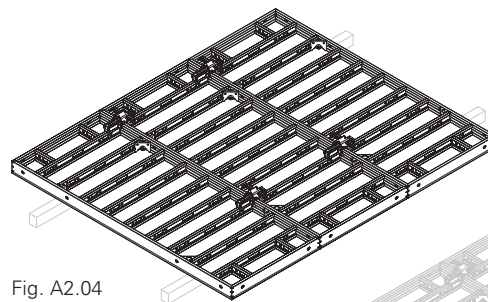

Fig. A2.04
1. Monter les consoles sur le panneau positionné horizontalement. (Fig. A2.04)